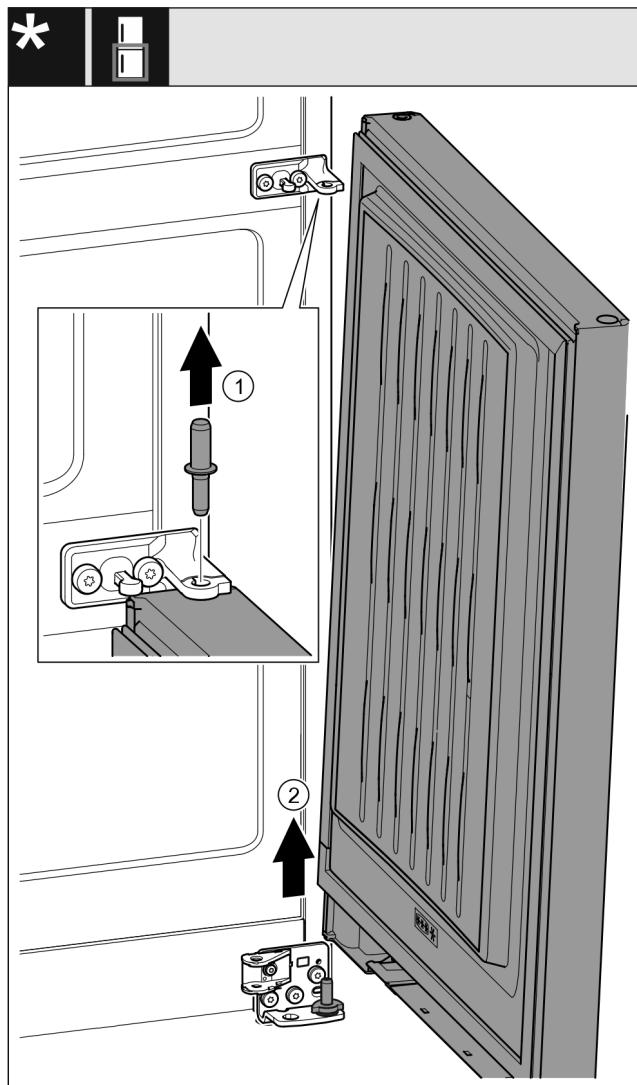

Fig. 23 *
- ▶ 向上拉出螺栓。Fig. 23 (1)*
- ▶ 向外旋转冰箱门，向上拉出后放在旁边。Fig. 23 (2)*